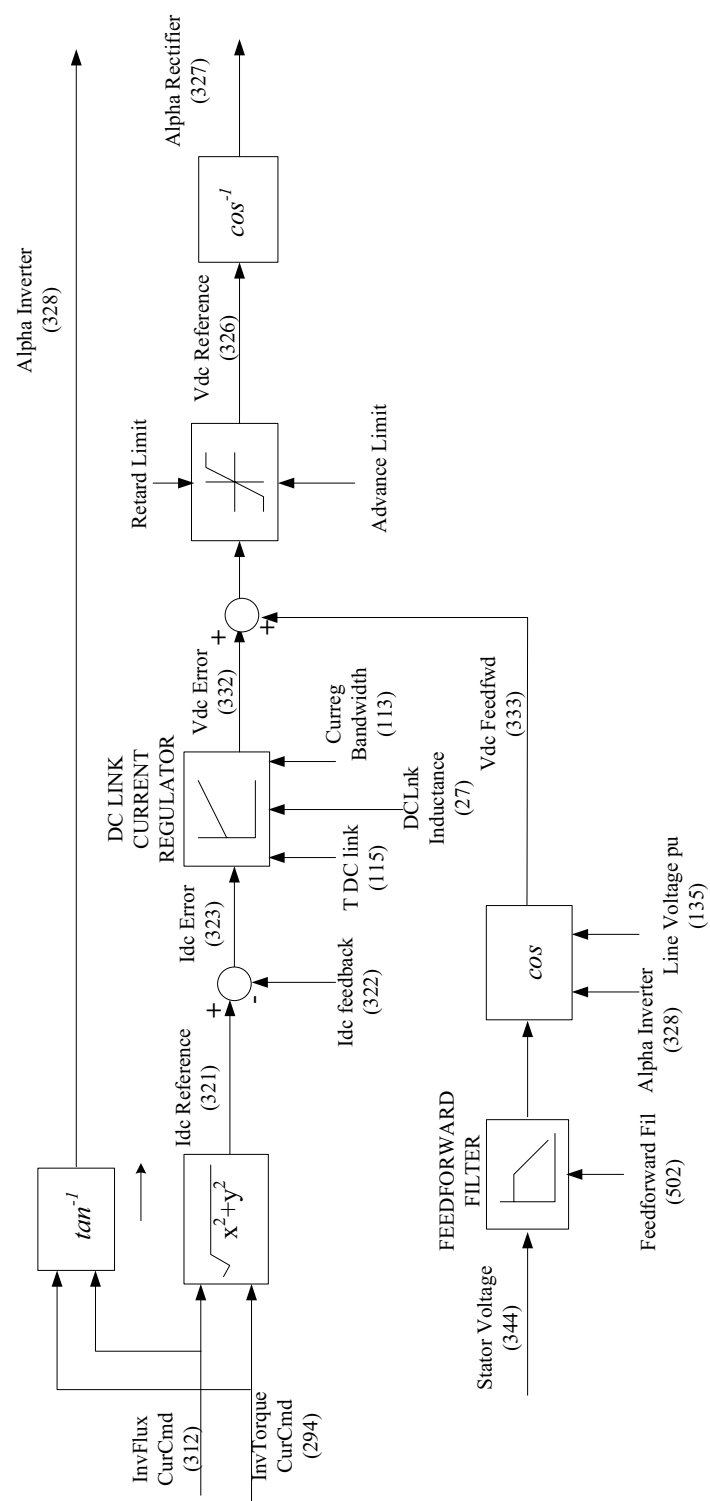

Рис. 1.7 – Управление током
Функция блока «Управление током» (Current Control) (рис. 1.7) состоит в определении углов отпираания для преобразователей *Alpha Rectifier* (327) и *Alpha Inverter* (328). Входными величинами служат составляющие сигнала постоянного тока, создающие крутящий момент («Задание тока момента инвертора» *InvTorque CurCmd*) и поток («Задание тока потока инвертора» *Inv Flux CurCmd*) из блоков регулировки частоты вращения и потока соответственно, и измеренный постоянный ток «ОС тока постоянного напряжения» (*Idc Feedback*) (322).